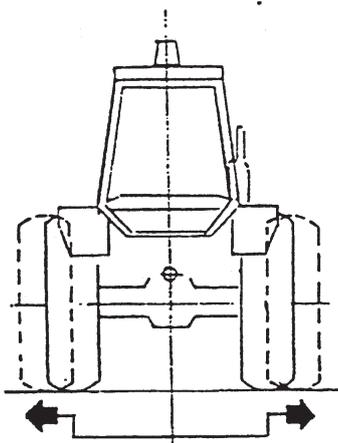

Fig. 15
- Die Räder der Zugmaschine mit maximaler Spurweite anordnen (FIG. 15).